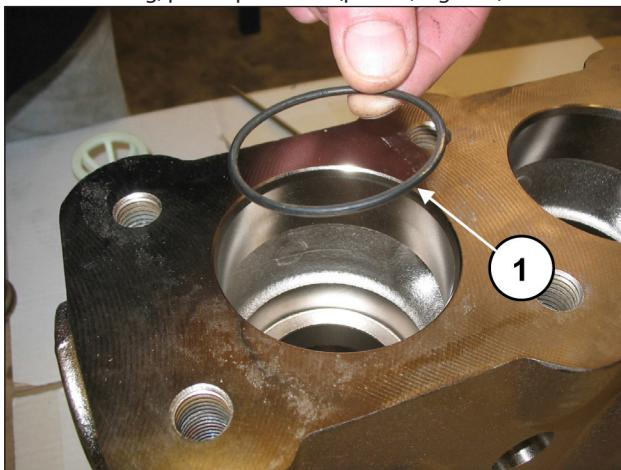

Fig. 114
Inserire l'O-ring, pos. esploso n. 6 (pos. ①, Fig. 114).